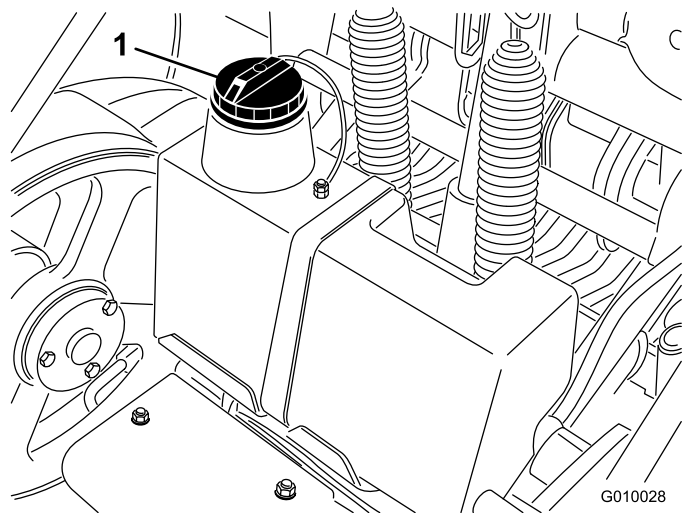

Figure 18
3. Nettoyez la surface autour du goulot et du bouchon de remplissage du réservoir hydraulique (Figure 18). Enlevez le bouchon du goulot de remplissage